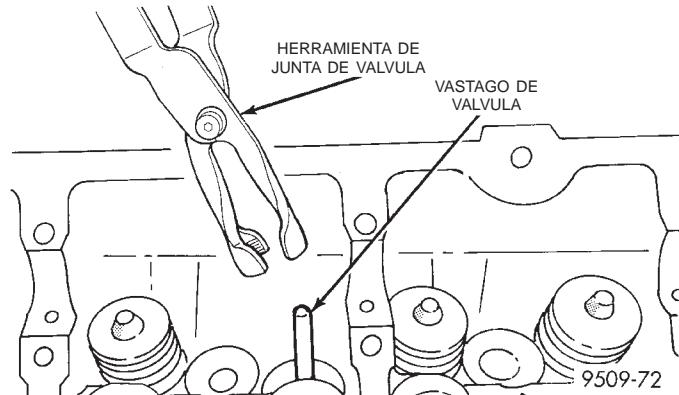

Fig. 109 Herramienta para junta de aceite del vástago de válvula
(1) Recubra los vástagos de válvula con aceite de motor limpio e insértelos en la culata de cilindros.
(2) Instale las juntas de vástago de válvula nuevas sobre todas las válvulas, utilizando la herramienta pertinente (Fig. 109). Las juntas de vástagos de válvula deben presionarse firmes y justas encima de la guía de válvula.